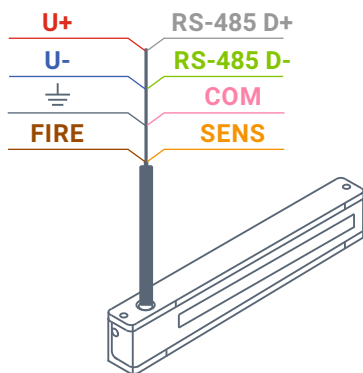

Рисунок 3
6.2 Обозначение и назначения выводов 8-ми жильного кабеля изделия приведены на рис. 3 и в табл. 1.